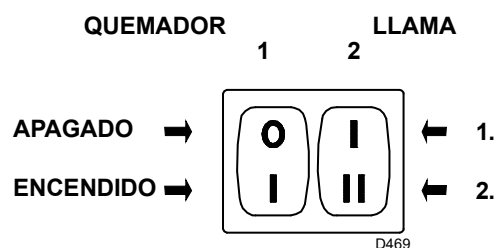
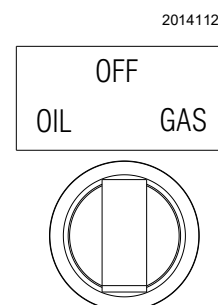

Fig. 30
Fig. 31
Mantener el quemador en funcionamiento a la 1ª llama colocando el interruptor 2)(Fig. 30) en posición 1ª llama. La regulación del registro del ventilador se obtiene utilizando la palanca naranja del servomotor ("Regulación del servomotor" en pág. 31).
Colocar el interruptor 2)(Fig. 30) en posición 2ª llama: La regulación del registro del ventilador se obtiene utilizando la palanca roja del servomotor ("Regulación del servomotor" en pág. 31).
Poner en marcha el quemador cerrando los telemandos, con el interruptor 1)(Fig. 30) en posición "ENCENDIDO" y con el selector combustible en posición "OIL" (Fig. 31).
Cuando el gasóleo sale por el tornillo 3)(Fig. 23 en pág. 22), la bomba está cebada. Detener el quemador: interruptor 1)(Fig. 30) en posición "APAGADO" y enroscar el tornillo 3).
- el interruptor 1)(Fig. 30 en pág. 28) en posición "**QUEMADOR ENCENDIDO**";
- el interruptor 2)(Fig. 30 en pág. 28) en posición "**1ª LLAMA**";
Poner el interruptor 2)(Fig. 30) en posición 2ª llama: el servomotor abrirá el registro de aire al valor anteriormente regulado para el gasóleo y controlará la apertura de la válvula gas de 2ª llama VR2.
Poner el interruptor 2)(Fig. 30) en posición 1ª llama: el servomotor cerrará el registro de aire al valor anteriormente regulado para el gasóleo y controlará la apertura de la válvula gas de 1ª llama VR1.